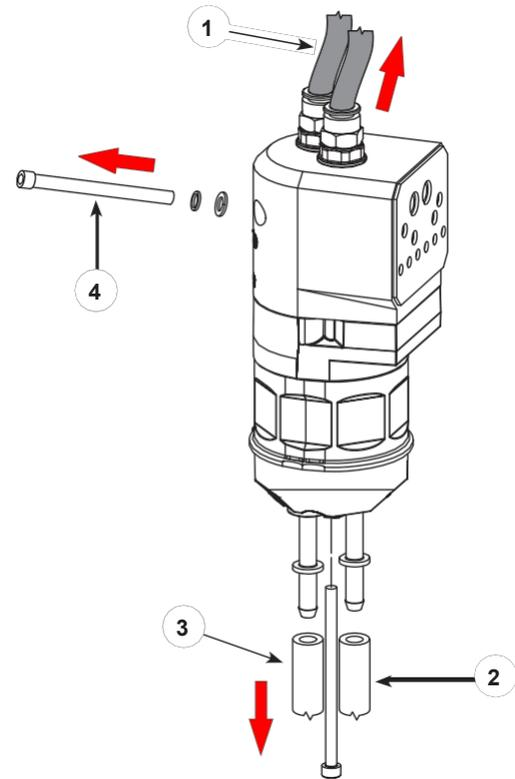

Figura 19 Preparazione allo smontaggio della pompa retrofit
1. Vedere Figura 19. Scollegare i condotti dell'aria di spurgo dal della pompa retrofit (1), se del caso.